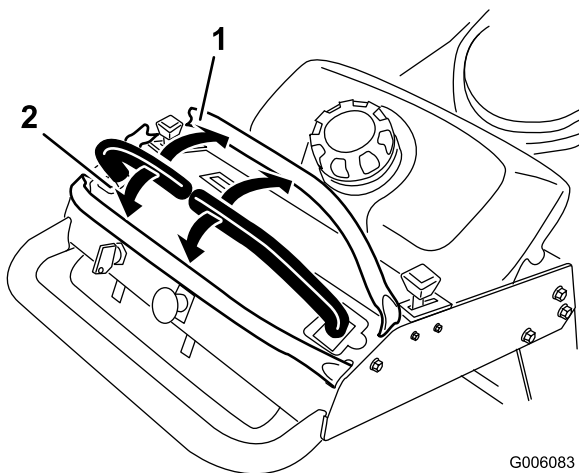

Bild 9
3. Schieben Sie für das Vorwärtsfahren die Fahrtrihshebel langsam vorwärts (Bild 9).
Wenden Sie zum Geradeausfahren auf beide Fahrtrihshebel denselben Druck an (Bild 9).
Bewegen Sie zum Wenden den Fahrtrihshebel in Richtung Neutral, in dessen Richtung Sie wenden möchten (Bild 9).
2. Ziehen Sie zum Rückwärtsfahren die Fahrtrihshebel langsam nach hinten (Bild 9).
Verringern Sie zum Wenden den Druck auf den Fahrtrihshebel an der Seite, in deren Richtung Sie wenden möchten (Bild 9).